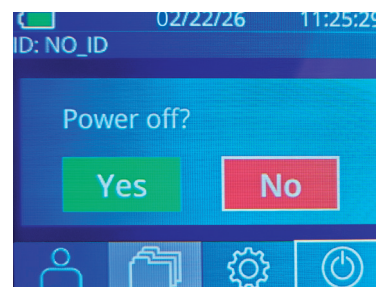

Fig. 45
- Passare alla schermata iniziale e selezionare l'icona **Alimentazione** , quindi selezionare **Yes** (Sì) per spegnere il dispositivo (Fig. 45).